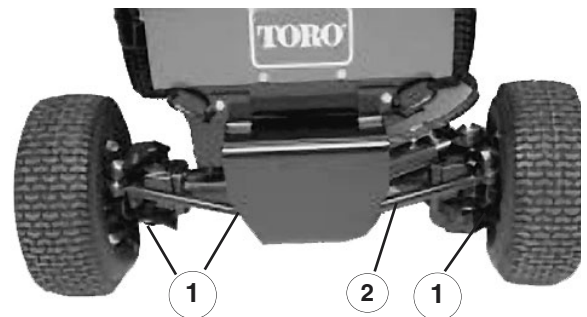

Figure 38
2. Nettoyez la surface autour des trois bouchons de vidange, (1) à chaque extrémité et (1) au centre (Fig. 38).
2. Déposez les écrous de fixation d'une des rotules de bielle au support de montage sur le pont et dissociez la rotule du pont (Fig. 38).